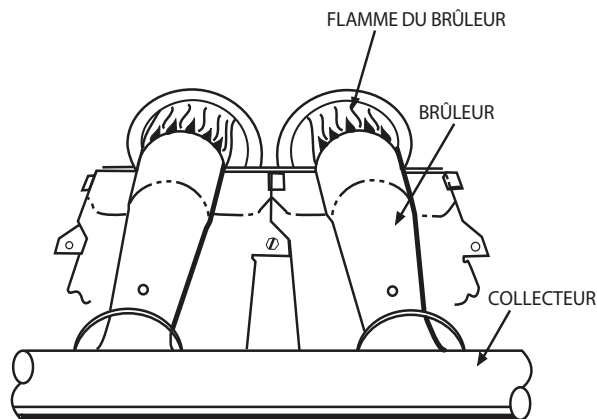

Fig.10 – Brûleur monoport
1. Inspection de tous les passages de produits de combustion, y compris les brûleurs, l'échangeur de chaleur et la boîte collectrice de produits de combustion, assurez-vous que les flammes du brûleur sont de couleur bleue et réglées de façon adéquate. Consultez la Fig. 10 pour obtenir des renseignements sur la flamme du brûleur.